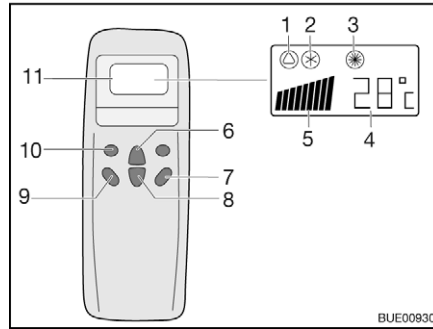
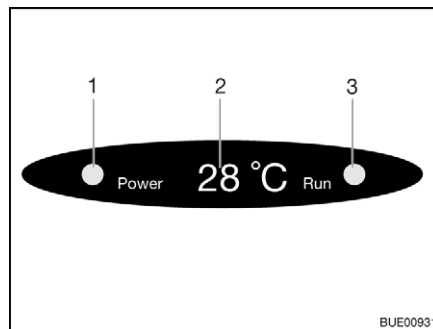

Fig. 174 Télécommande
Fig. 175 Affichage sur le diffuseur
- Appuyer sur la touche "ON/OFF" (Fig. 174,7).
- Appuyer sur la touche "Mode" (Fig. 174,10) autant de fois que nécessaire pour que le mode de fonctionnement souhaité (Fig. 174,1, 2 ou 3) s'affiche à l'écran. Le voyant de contrôle correspondant s'allume sur l'écran du diffuseur (Fig. 175,3).
- Régler la température souhaitée avec les touches d'augmentation de la température (Fig. 174,6) ou de diminution de la température (Fig. 174,8).
- Sélectionner le niveau de ventilation souhaité à l'aide de la touche de vitesse du ventilateur (Fig. 174,9).